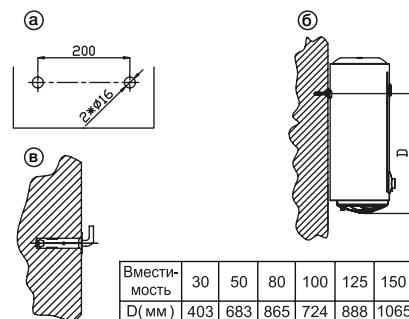

Рис. 2
2. После выбора места монтажа определите места под два крепежных болта с крюками (в зависимости от спецификаций выбранного изделия). Электродрелью просверлите два отверстия в глухой стене диаметром 16 мм на расстоянии 200 мм. Расстояние между отверстиями выдержать в соответствии с рисунком 2а. При определении высоты отверстий необходимо учесть положение на стене водопроводных соединений, тип водопроводных труб и расстояние от крепления до низа нагревателя (см. рис. 2б).
3. Вставить распорные болты в отверстия и убедиться, что крюк направлен вверх (см. рис. 2в).